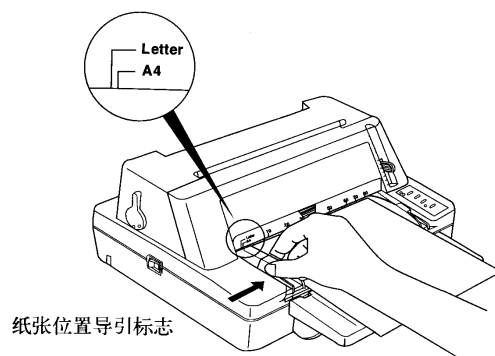

图 3-4 调整单页纸
4. 根据打印机盖左边的标示可调整单页纸进纸位置。A4 和信纸的大约进纸位置标示在机盖的左下边缘（如图 3-4）。